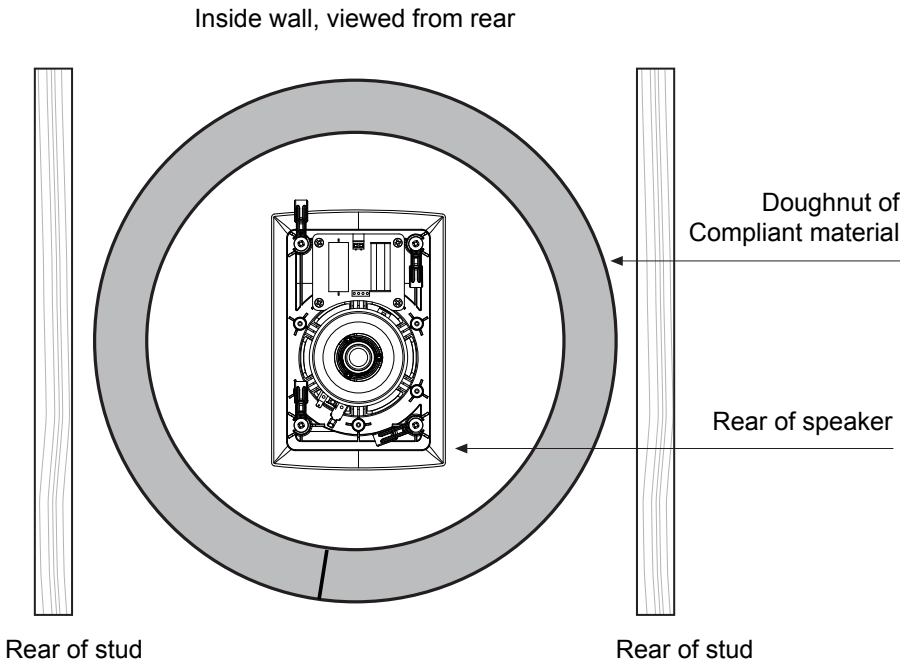

Fig 12: Stud partition or wall cavity, using compliant material of appropriate thickness to create a tight seal
- 1. Viele professionelle Installateure verwenden einen „Donut“ aus nachgiebigem Material, der eng zwischen die beiden Oberflächen der Trennwand oder in den Wandhohlraum eingesetzt werden kann. Die Länge der Innenfläche des Materialstreifens bestimmt das „Gehäuse“-Volumen. Schneiden Sie die Streifen für jedes Modell auf die in der folgenden Tabelle aufgeführten Längen zu, setzen Sie sie in den Hohlraum ein und verbinden Sie sie zu einem Ring, der das richtige Volumen gewährleistet – siehe Abb. 12.